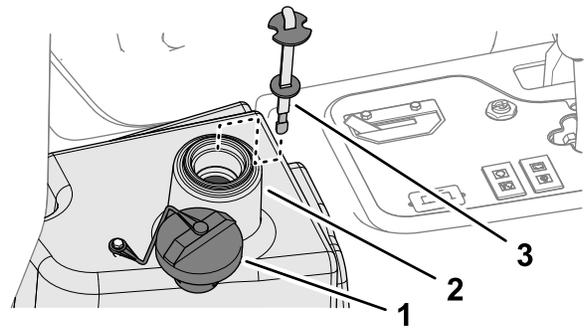

Рисунок 90
4. Залейте в гидравлический бак (Рисунок 90) приблизительно 22,7 литра гидравлической жидкости; см. раздел Характеристики гидравлической жидкости (страница 68).